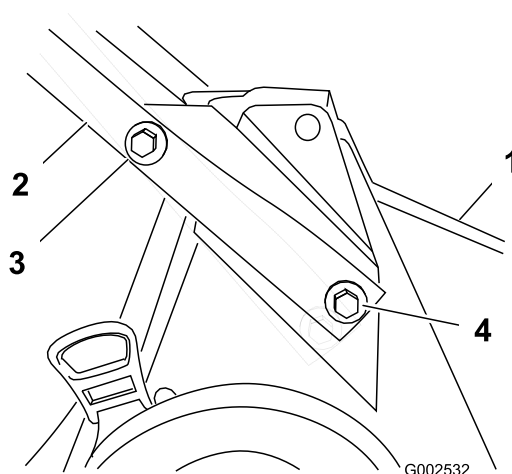

Bild 3
1. Befestigen Sie den Griff mit zwei Schrauben (5/16 x 7/8 Zoll), zwei Schrauben (5/16 x 1-1/2 Zoll), vier Scheiben und vier Sicherungsmuttern am Mäher (Bild 3).